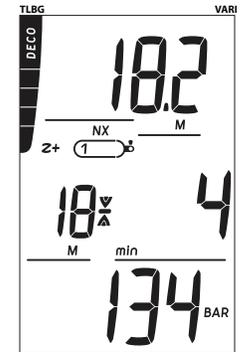

Fig. 67 - ÉCRAN PRINCIPAL D'INFRACTION DIFFÉRÉE 2 (au palier)
- > Lorsque vous vous situerez dans les 3 M (10 FT) ou juste en dessous de la profondeur de palier requise, l'icône de palier (les deux flèches et la barre) s'affichera en continu (Fig. 67).